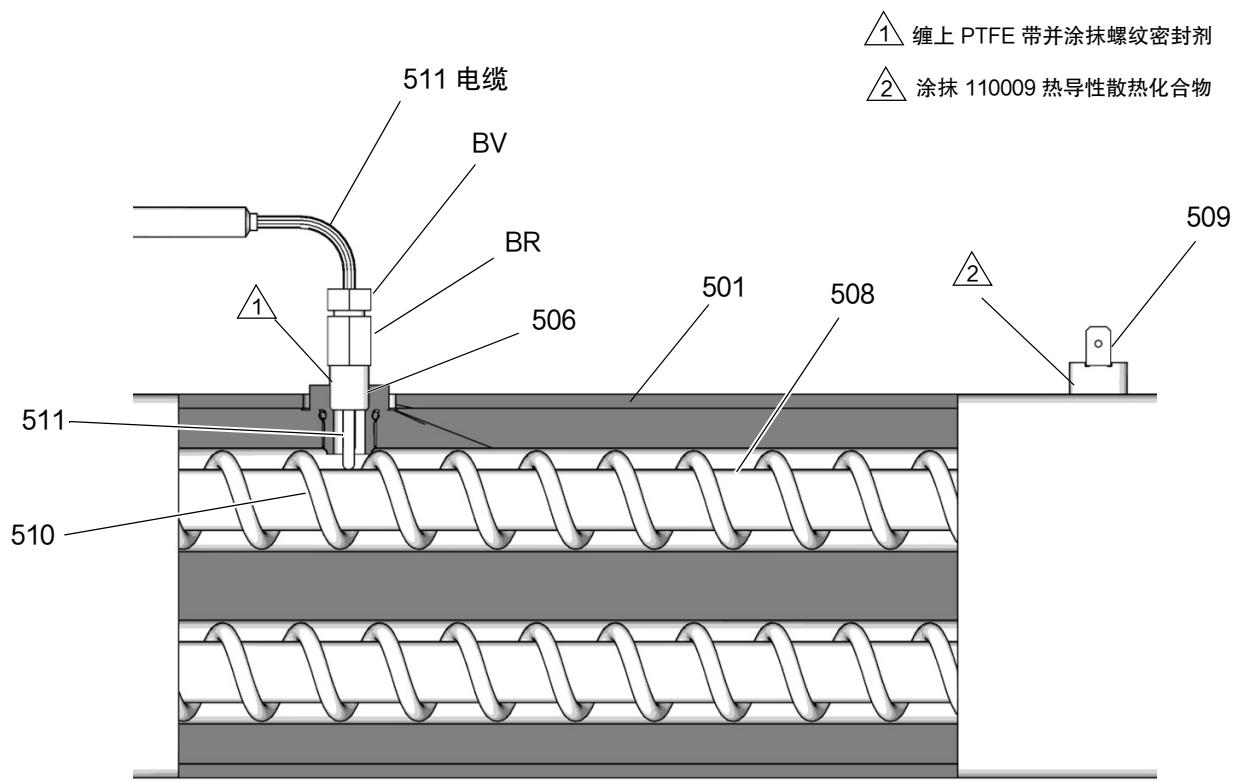

图 69: 热电偶
7. 参见图 69，第 68 页。松开套圈螺母（BV）。从加热器外壳（501）中取出热电偶（511），然后卸下热电偶外套（BR）。除非还需要卸下搅拌器（510），否则不要拆下热电偶适配器（506）。如果必须卸下转换接头，则当更换转换接头时，要确保混合器（510）不挡道。
8. 更换热电偶。参见图 69 所示。